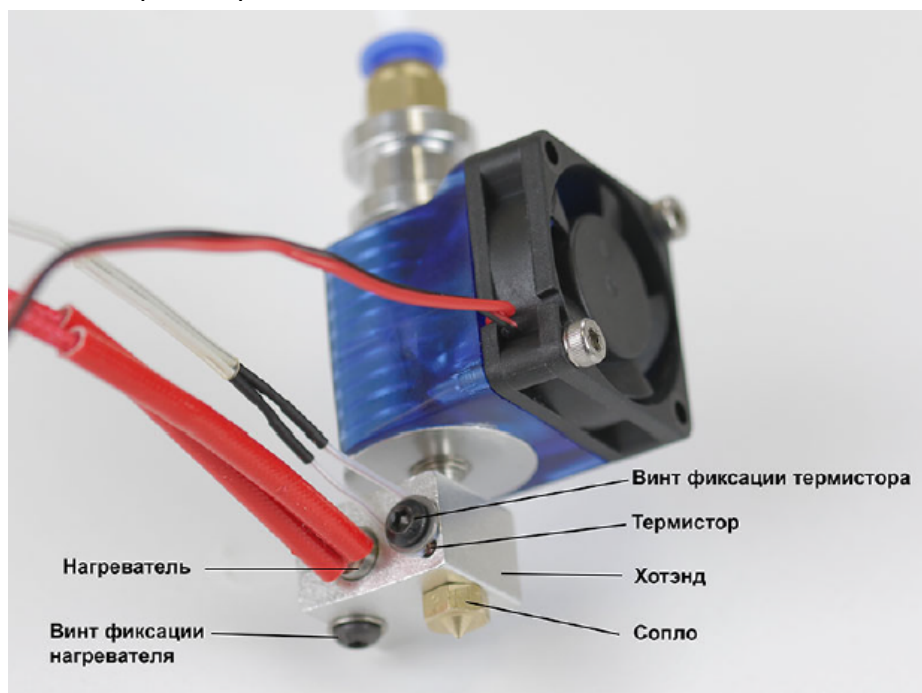

Рисунок 9.1.1 Установка нагревателя и термистора
9.1 Затяните все резьбовые соединения экструдера. Вставьте нагреватель в предназначенное для него отверстие в хотэнде (рис. 9.1.1). Затяните винт фиксации нагревателя так, чтобы нагреватель был плотно зафиксирован. Вставьте термистор в соответствующее отверстие и зафиксируйте его винтом с шайбой. Не затягивайте сильно винт крепления термистора.